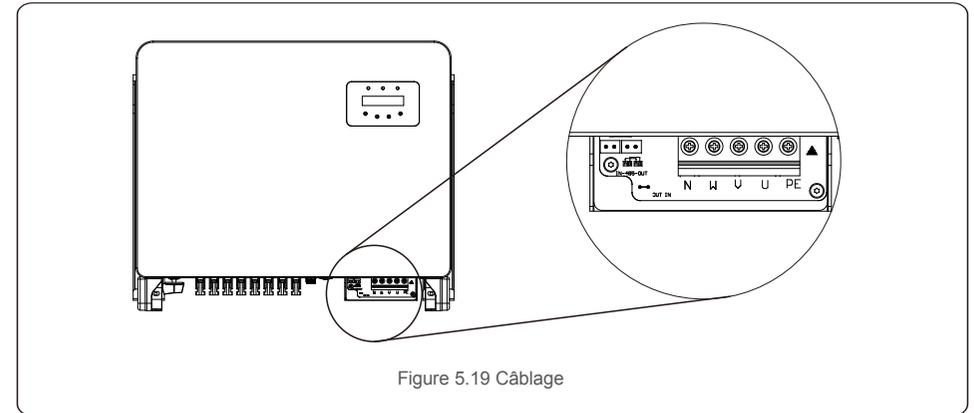

Figure 5.19 Câblage
5. Insérez le câble dans l'écrou, la gaine et le couvercle de borne CA. Connectez le câble au bornier CA à tour de rôle, à l'aide d'une clé à douille. Serrez les vis du bornier. Le couple de serrage est de 3 à 4 Nm (comme indiqué sur la figure 5.19).